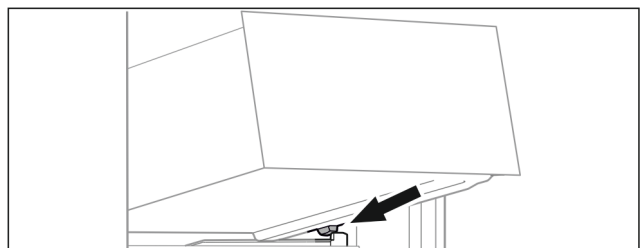

Fig. 60
- ▶ Встановити висувний ящик за стопорами на ребро для резервуару навкосяки. (див. Fig. 60)